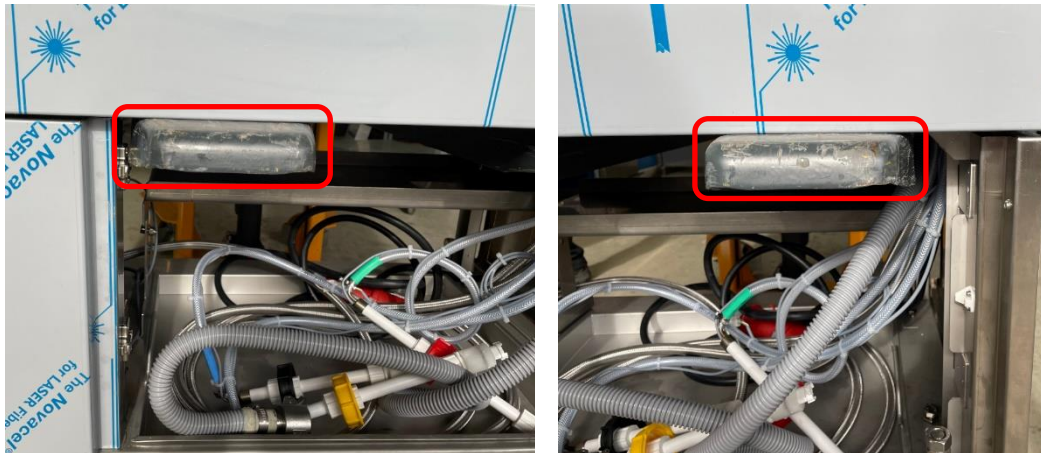

Abb. 4: Positionierung der linken und rechten Hydraulikstaplergabel im Unterschrank
- Fahren Sie vorsichtig mit den Gabeln des Hydraulikstaplers in den Unterschrank des Geräts (siehe Abb.4:).